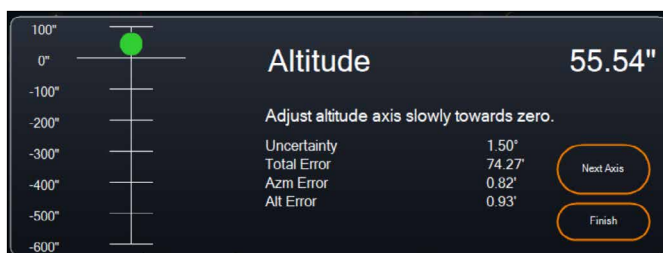

Fig. 19: Ventana de Ajuste de eje altitud durante alineación polar en CPWI.
5. Pulse "Siguiente eje" cuando termine de realizar ajustes al azimut. Aparecerá la ventana de ajuste del eje de altitud (Fig. 19).